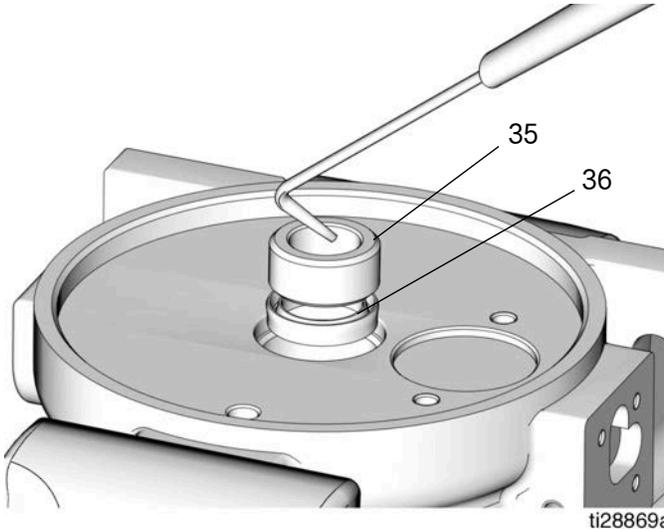

图 25
22. 根据所有相关规定正确处置活塞密封 (4)、O 形圈 (34a) 和螺母 (37)。
23. 使用夹子拆下套管 (35) 和 U 形杯密封 (36) (图 25)。